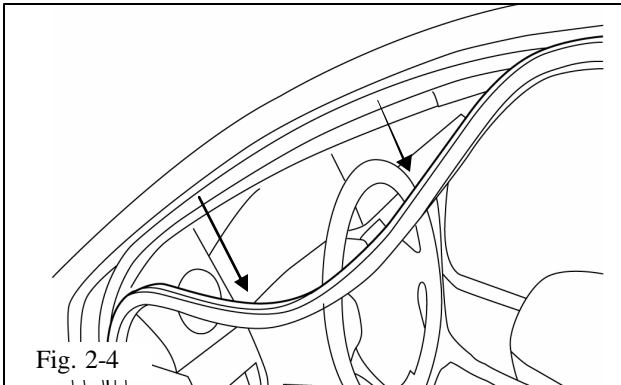

Fig. 2-4
- (d) Remove driver-side weather-seal. (Fig. 2-4)